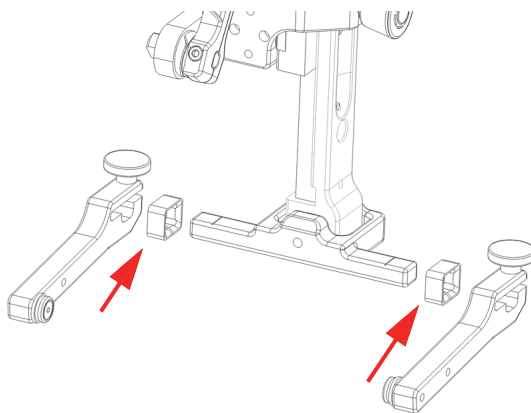

图 2-15 拆下轭臂并插入垫块
2. 在轭的旋转梁的每一侧各插入一个垫块（参见第49页的图 2-15）。